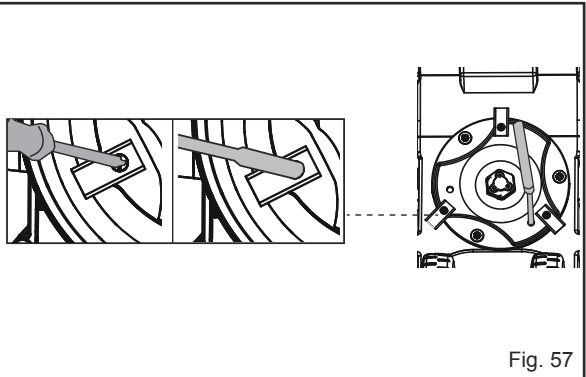

Fig. 57
- Póngase guantes de protección y utilice un destornillador o una llave hexagonal para retirar los tres tornillos y las cuchillas (Fig. 57).